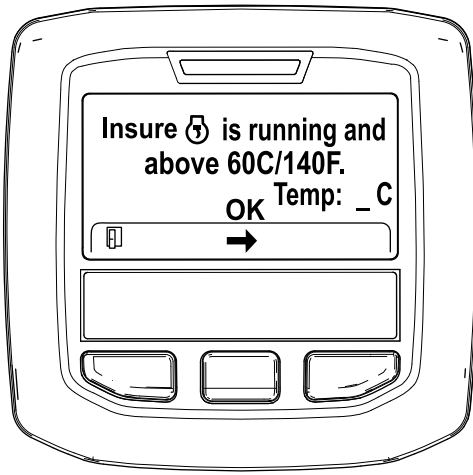

Figure 51
5. Si la température du liquide de refroidissement est inférieure à 60 °C, le message « Insure is running and above 60C/140F » (vérifier que \*\*\* fonctionne et est supérieure à 60 °C/140 °F) s'affiche (Figure 51).